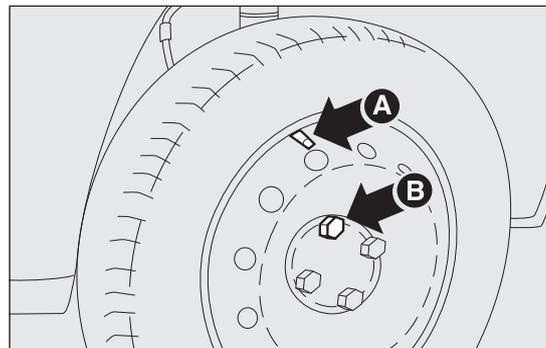

fig. 123
- sur les véhicules avec jantes en acier, monter la roue normale en vissant 2 filets du premier boulon B fig. 123 dans l'orifice le plus proche de la valve de gonflage A ;